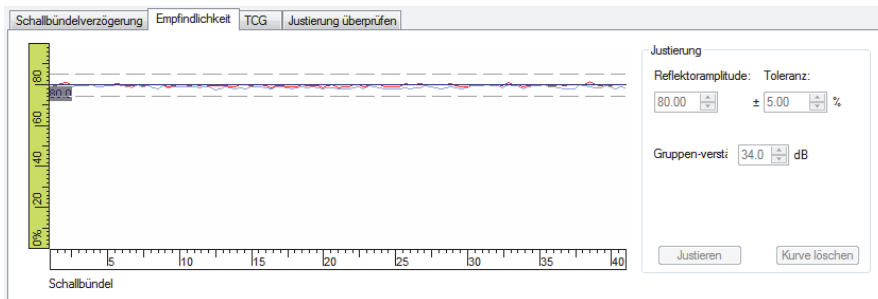

Abbildung 4-23 Kurven der Empfindlichkeitsjustierung
8. Führen Sie den Sensor erneut über den Referenzreflektor auf dem Justierkörper, um die Justierung durch die Anzeige der roten Linie innerhalb der Toleranzlinien zu bestätigen (Abbildung 4-23 auf Seite 124).